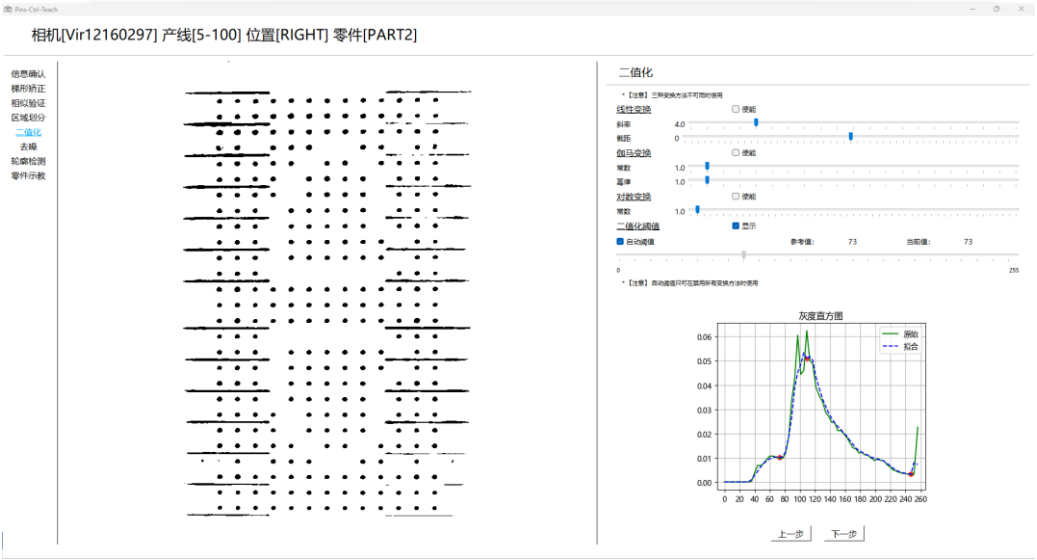

图 2.8.5 二值化界面
d) 二值化：二值化界面如图 2.8.5 所示。提供了四种算法用于预处理图片画面，需要根据现场实际情况进行选择。分别调整滑块，获得清晰黑白图片。点击“下一步”按钮。